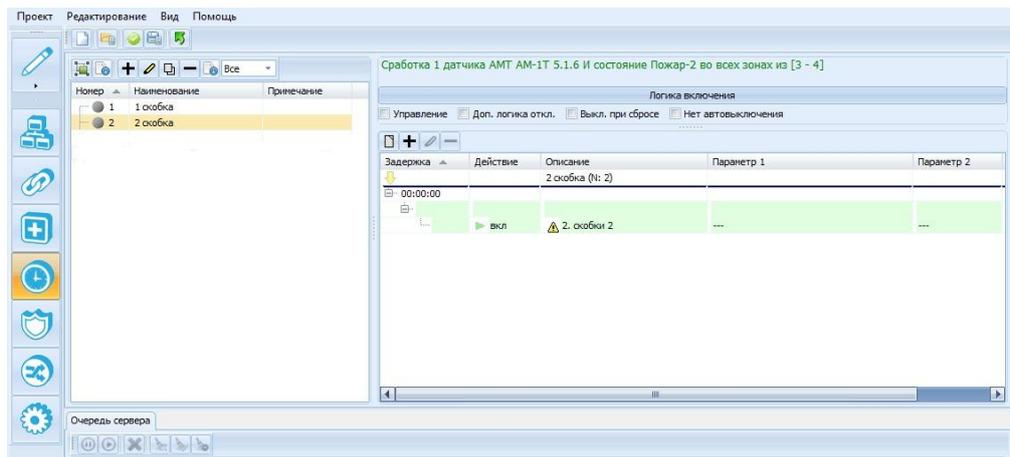

Рис. 22 Вкладка **Сценарии**, добавили сценарий «**2 Скобка**»
- 2) Сценарий №2 «**2 Скобка**», который будет включать виртуальное состояние **Скобка 2**, при сработке адресной технологической метки АМ-1Т (1.6) и состоянии *Пожар 2* в зонах 3 и 4 (Рис. 22).